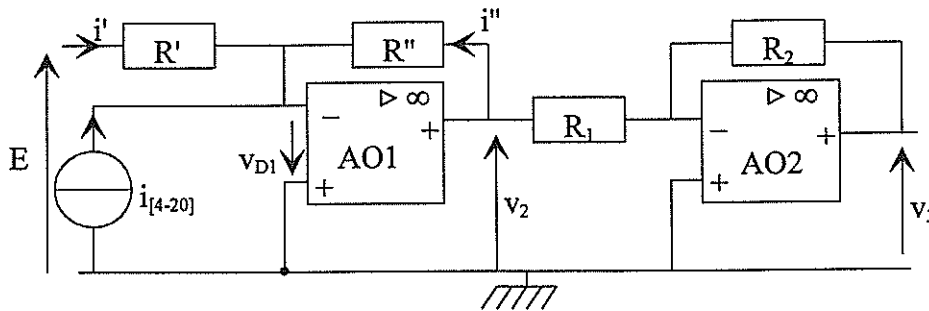

Figure 3 : Module de conversion courant - tension
B) Conversion courant-tension (c.f. figure 3, page 6)
Le schéma de la figure 3 représente cette conversion. La source de courant représente la sortie du capteur-transmetteur d'humidité. Les amplificateurs opérationnels AO1 et AO2 fonctionnent en régime linéaire.